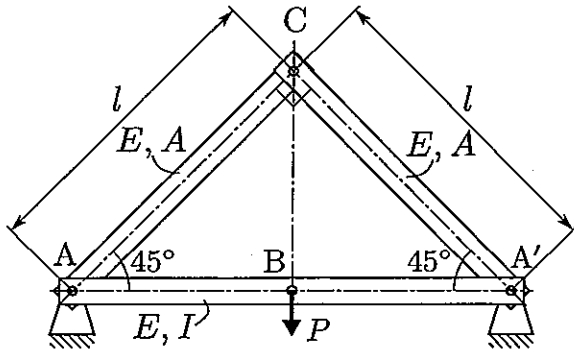
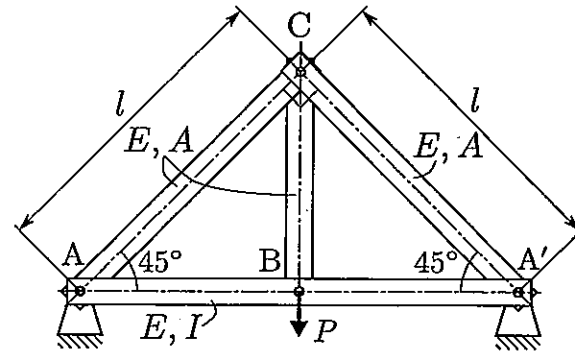

図1
図2
- (1) 図1に示すように、はりAA'、棒AC、棒A'Cをピン接合した構造がある。点Bに荷重Pを作用させるとき、点Bの変位 δ_{B1} を求めよ。はりおよび各棒のヤング率はE、はりAA'の断面二次モーメントはI、棒ACおよび棒A'Cの断面積はAとする。
- (2) 図2に示すように、図1の構造を棒BCで補強した。棒BCのヤング率はE、断面積はAである。点Bに荷重Pを作用させるとき、点Bの変位 δ_{B2} を求めよ。